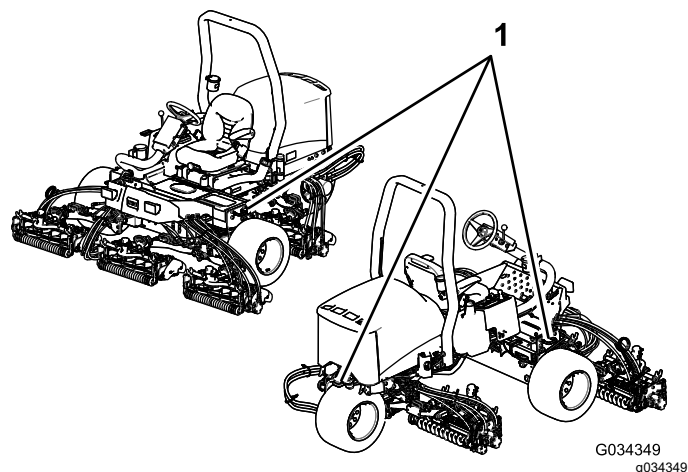

Рисунок 43
- Надежно закрепите машину с помощью ремней, цепей, тросов или веревок. И передний, и задний ремни должны быть направлены вниз и в сторону от машины; см. Рисунок 43.